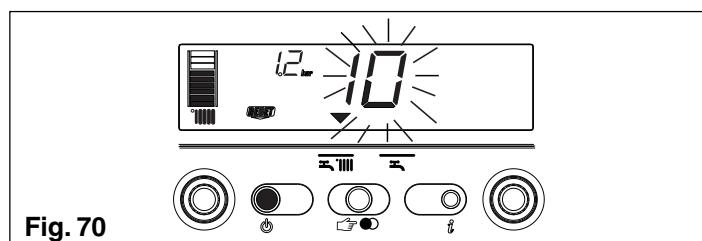

Fig. 70
2) Visualización solo del ícono (fig. 70)